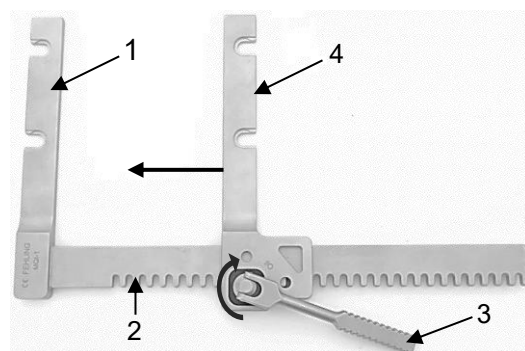

Fig. 9
Gire la palanca de accionamiento (3) en el sentido de las agujas del reloj para desplazar el brazo separador móvil (4) sobre la cremallera dentada (2) hacia el interior, en dirección al brazo separador fijo (1) (Fig. 9).